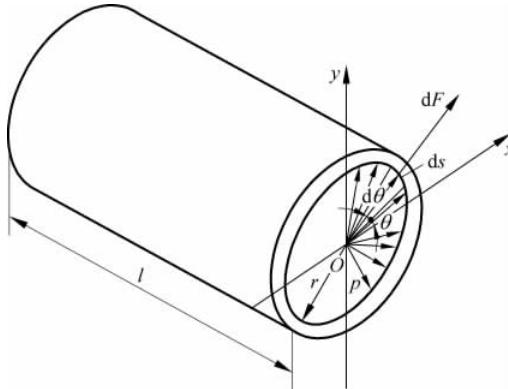

图 3-3 液体对固体壁面的作用力
**例 3.1** 设液压缸两端面封闭, 缸筒内充满着压力为  $p$  的油液, 缸筒长度为  $l$ , 半径为  $r$ , 液压缸筒受力分析如图 3-3 所示。求液体作用在右半壁内表面  $x$  方向上的分力  $F_x$ 。
(FIGURE 3-3 Forces in stationary liquids acting on the inner surfaces of the container)